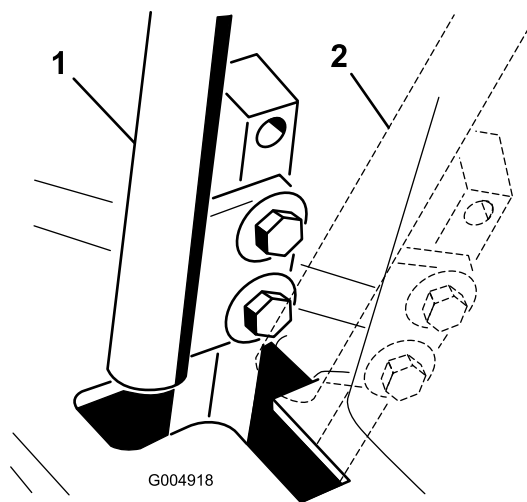

Figura 55
4. Mettete la leva di controllo in posizione di FOLLE **senza bloccarla** (Figura 55).
6. Controllate dove la leva di controllo corrisponde alla tacca nella console (Figura 55).